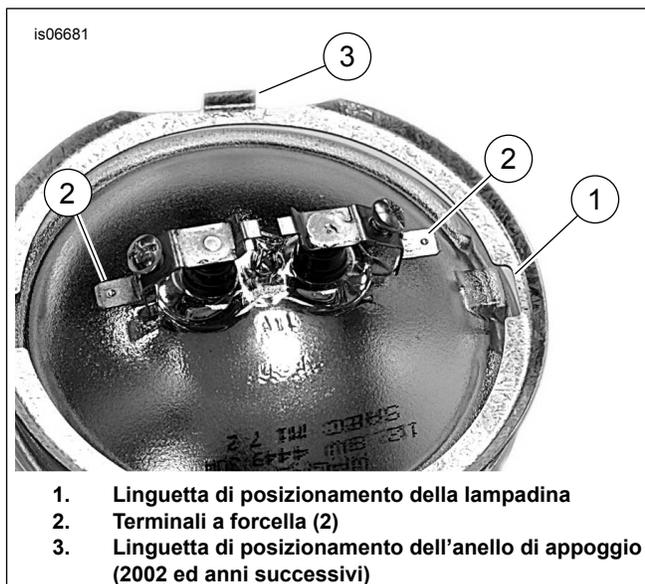

Figura 3. Terminali della lampadina della luce ausiliaria
7. Vedere Figura 3. Posizionare l'anello di appoggio interno sulla lampadina. Collegare il filo nero al terminale a forcella della lampadina in corrispondenza alla linguetta di posizionamento (1) sulla lampadina. Inserire il filo grigio nel terminale a forcella rimanente.